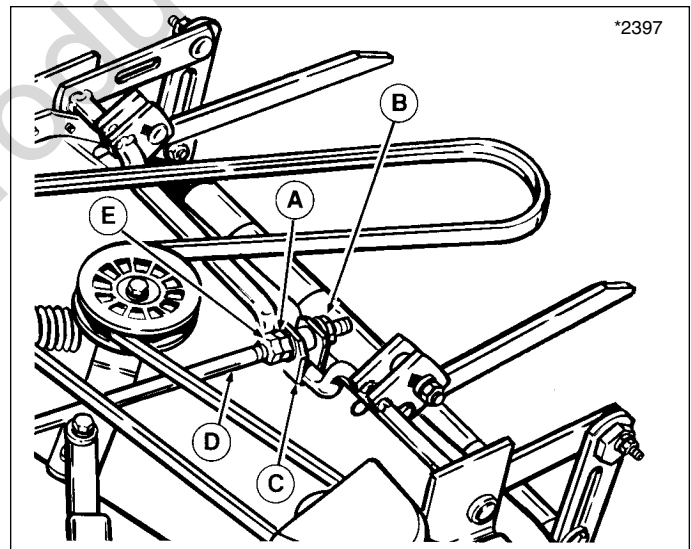

Figura 29. Nivelado de adelante hacia atrás
3. Consulte la Figura 29. Suelte la contratuerca (E). Para bajar la parte trasera de la plataforma del cortacésped, suelte la tuerca (B) lo que alargará la barra de nivelación (D). Para levantar la parte trasera de la plataforma, acorte la barra de nivelación (D). Cuando se logre la medida adecuada, apriete la tuerca (A) contra el soporte y luego apriete la contratuerca (E) contra la tuerca (A).